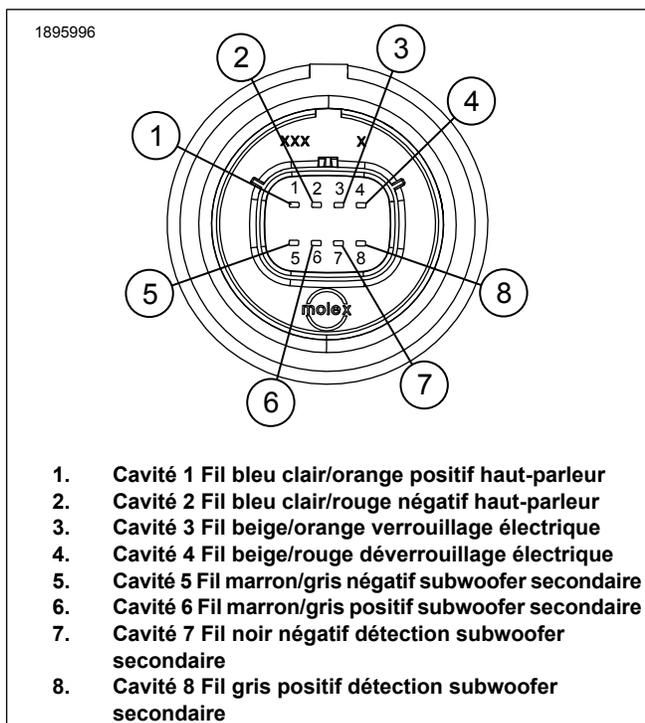

Figure 5. Vue connecteur de panneau 8 voies [288A]
- a. Voir la figure 5. À l'aide du faisceau audio/verrouillage retiré précédemment de la sacoche, insérer la borne du fil de verrouillage électrique beige/orange dans la cavité 3 (3).
- b. Insérer la borne du fil de déverrouillage électrique beige/rouge dans la cavité 4 (4).